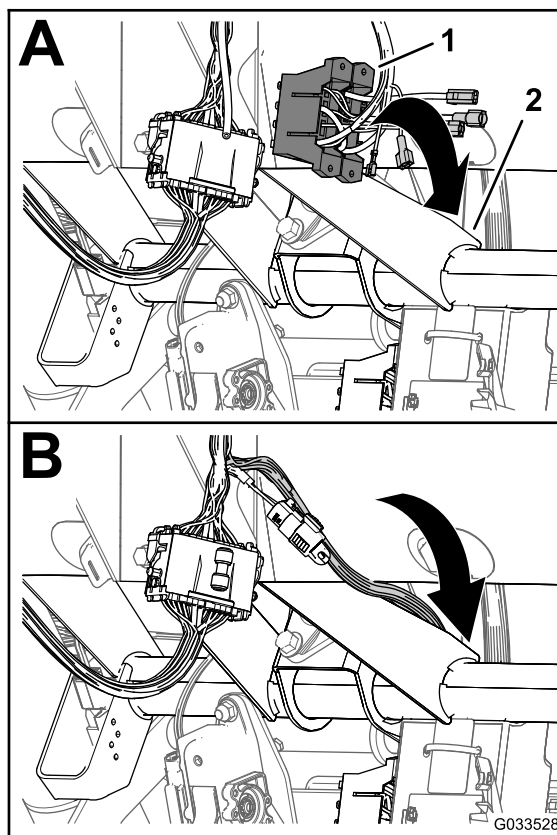

Figura 22
1. La consola de comandă a pulverizatorului, pozai ramura cablajului frontal cu blocurile de siguranță dintre baza panoului tabloului de bord și tubul transversal al asilului mainii și în jos spre partea frontală a blocului de sigurate al mainii (Figura 22).